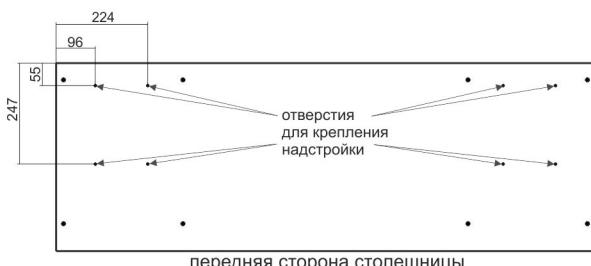

Рис.4
- 4) Евровинтами (а) соединить дно (4) и стойки (2), дно (4) и стойки (3).
- 5) Евровинтами (а) соединить стойки (3) и щит (5).
- 6) В глухие отверстия на столешнице (1) вкручиваем дюбеля эксцентриковых стяжек. (Если вы будете соединять комод с надстройкой, то вам необходимо досверлить 8 глухих отверстий с обратной стороны столешницы до сквозных, используя сверло диаметром 5мм - см. рис.4)